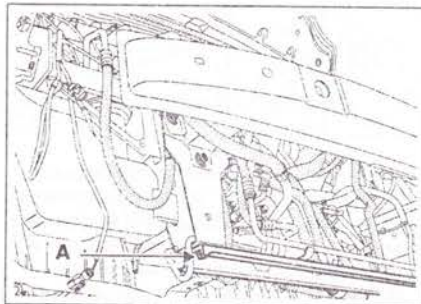

Рис. 5.18. Отсоедините поперечную балку радиатора, открутив болт **А**, и наклоните узел вперед.
14. Отсоедините поперечную балку радиатора, открутив болт **А**, и наклоните узел вперед, закрепите его, чтобы иметь возможность снять шумоизоляционный кожух коробки передач (переднюю часть) (при проведении работ узел радиатор/электровентилятор должен оставаться на попечине) (рис. 5.18).